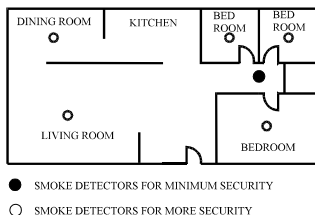
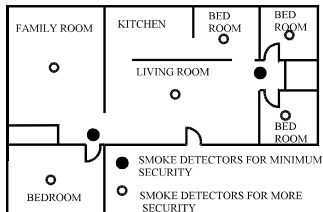

Figura 1: Locais para o estabelecimento de detectores de fumaça numa residência com um dormitório
Figura 2: Locais para o estabelecimento de detectores de fumaça numa residência com um único andar com mais de um dormitório
- ◆ Instale um detector de fumaça no hall/corredor de entrada de cada área separada dos dormitórios, como na Figura 1. São necessários dois detectores em casas com duas áreas de dormitório, como na Figura 2.